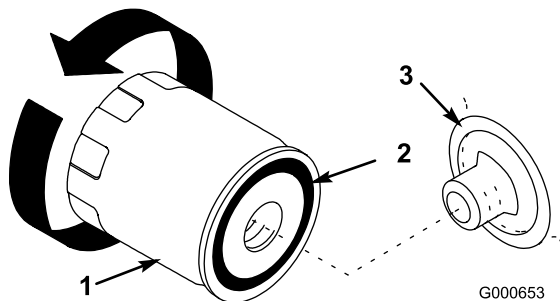

Bild 26
7. Entfernen Sie den Altfilter und wischen die Kontaktfläche am Filteradapter (Bild 26) ab.
10. Ölen Sie die Gummidichtung am Ersatzfilter leicht mit Frischöl ein (Bild 26).
11. Setzen Sie den Ersatzölfilter auf den Filteradapter auf. Drehen Sie den Ölfilter nach rechts, bis die Gummidichtung den Filteradapter berührt. Ziehen Sie ihn dann um eine weitere halbe Umdrehung an (Bild 26).